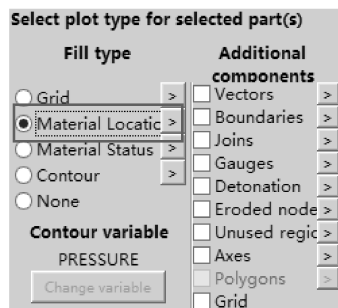
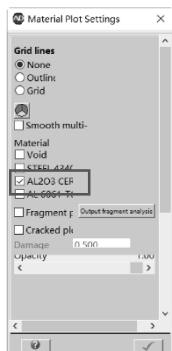
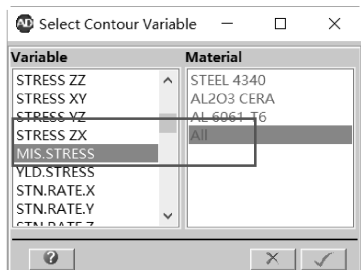

图 6-44 图像设置
图 6-45 陶瓷板显示设置
图 6-46 陶瓷板应力云图设置
(1) 计算完毕后，在导航栏中单击【Plots】，在对应的对话框中的【Fill type】栏内选择【Material Location】，如图 6-44 所示。单击其后的 ，弹出图 6-45 所示的【Material Plot Settings】对话框，在【Material visibility】中选择 AL2O3CERA，单击  确定。之后在对话框中的【Fill type】栏内选择【Contour】，在【Contour variable】中单击【Change variable】，弹出如图 6-46 所示的对话框，在【Variable】中选择